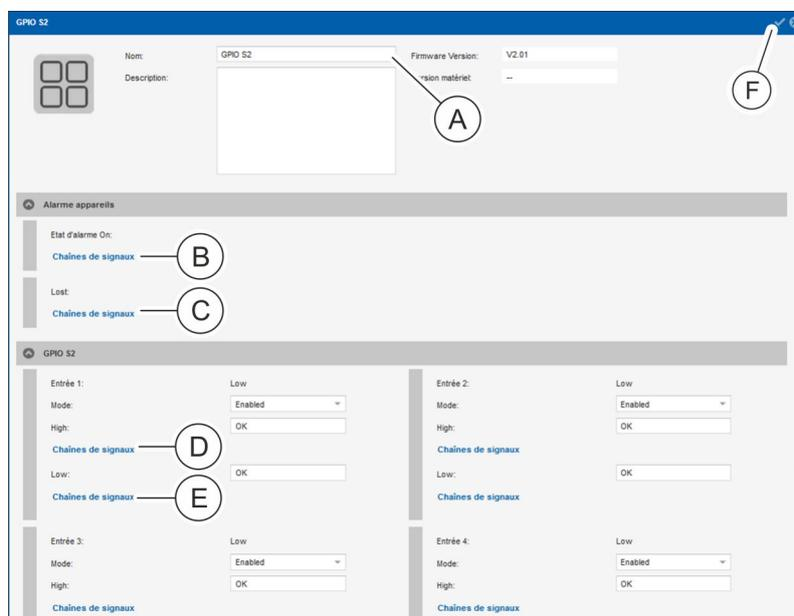

Fig. 131 : Menu « État » – Onglet « Capteurs » (affichage détaillé)
6. ➤ Si nécessaire, modifier la désignation du module GPIO sélectionné et, si nécessaire, ajouter une description (Fig. 131 /A).
7. Si nécessaire, affecter une chaîne de signaux pour l'entrée correspondante pour le signal Low au moyen du bouton « Chaînes de signaux » (Fig. 131 /Ⓢ).
11. Si besoin, affecter une chaîne de signaux pour chaque entrée pour le signal High au moyen du bouton « Chaînes de signaux » (Fig. 131 /Ⓢ) (similaire aux étapes 8 à 10).
12. Si nécessaire, configurer une chaîne de signaux dans la zone « Alarme appareils » pour « État d'alarme Lost » et « État d'alarme OK ». Pour ce faire, cliquer sur le bouton « Chaînes de signaux » (Fig. 131 /Ⓢ ou Ⓣ).
14. Appuyer sur le bouton Enregistrer (Fig. 131 /Ⓢ) pour reprendre la configuration.